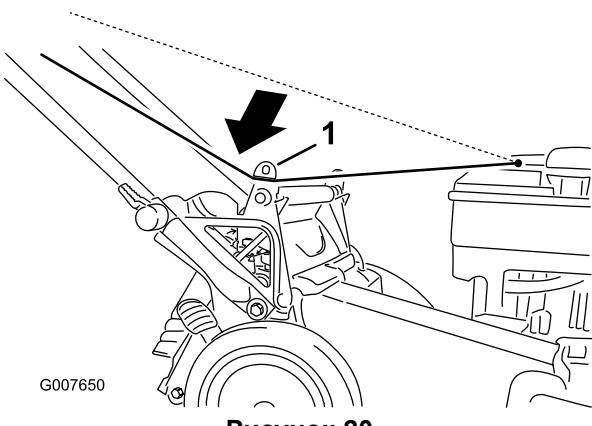

Рисунок 20
- Проложите трос стартера вокруг нижней направляющей троса (Рисунок 20).